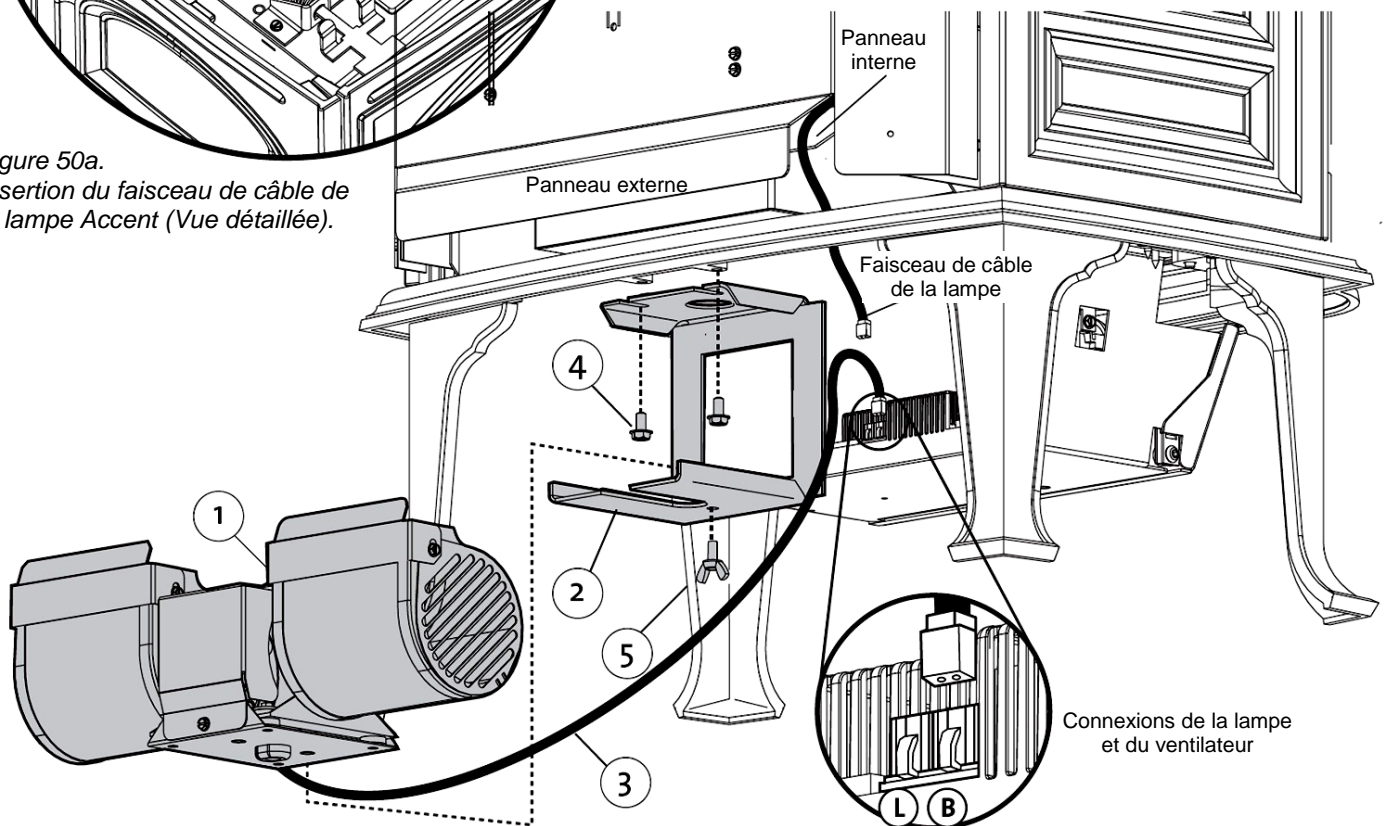

Figure 50. Composants du kit de ventilateur (n° 157470) utilisé pour le poêle.
2. Avec une clé de 10 mm (plate ou à douille), retirez du panneau de fixation les deux boulons à tête hexagonale (A), les écrous (B) et le couvercle.
3. Fixez le joint d'étanchéité, la lentille et le boîtier de lampe sur le panneau de fixation, en utilisant les boulons (A) retirés précédemment.
4. À l'intérieur de la chambre de combustion, fixez le déflecteur de lampe (voir figure ci-dessous) aux boulons, en-dessous de la plaque de fixation, en utilisant les écrous (B) retirés précédemment.
5. Acheminez le faisceau de câble de contrôle, entre les panneaux interne et externe, puis à travers l'ouverture dans la plaque de base. Connectez le faisceau de câble à la borne (L) à l'arrière du panneau de contrôle IFC. Voir fig. 50 et 50a, page 28.
2. Positionnez le support du ventilateur (2) tel que montré à la fig. 50, et fixez-le solidement au poêle avec les deux boulons à tête hexagonale M6 (4).
3. Installez le ventilateur (1) en orientant les ouvertures de conduit vers le haut et l'arrière. Fixez le ventilateur au support avec la vis à oreilles (5).
4. Connectez le faisceau de câble du ventilateur à la borne (B) du panneau de contrôle IFC, tel que montré à la fig. 50. Utilisez le serre-fils (fourni) pour enserrer toute longueur excédentaire du faisceau de câble.